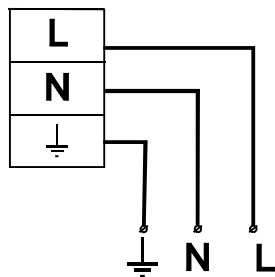

Рис.1.
- 3.5 Присоедините провода питания к клеммной колодке L- постоянная фаза; N- нейтраль и заземление к соответствующей клемме см. рис.1.